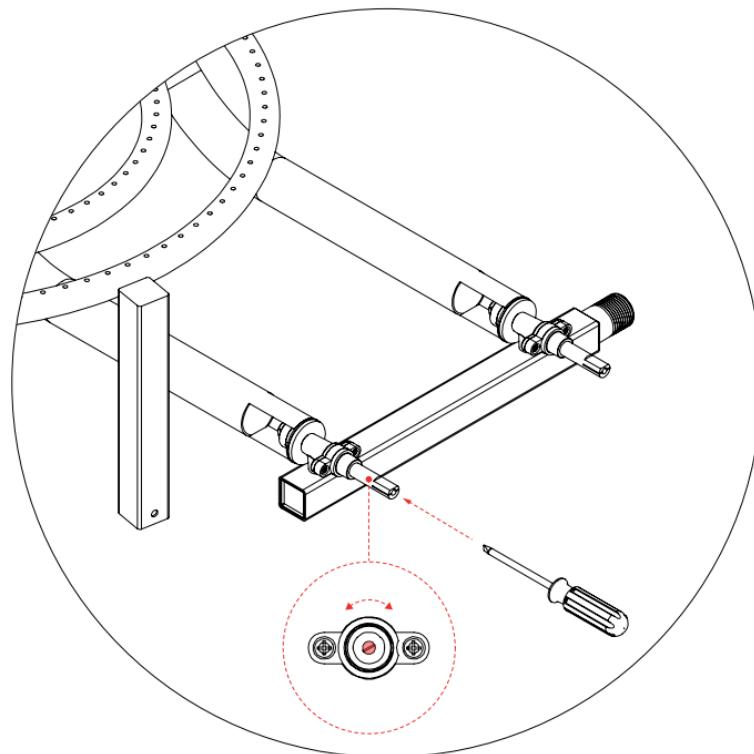

IMAGEN 3 – REGULACIÓN DE MINIMO EN VALVULA.
3. Con un destornillador plano (mínimo 5 cm de largo, máximo 3,5 mm de diámetro), introduzcalo en el orificio en la punta del vástago hasta encontrar el tornillo de regulación del mínimo en el fondo de este. VER IMAGEN 3.